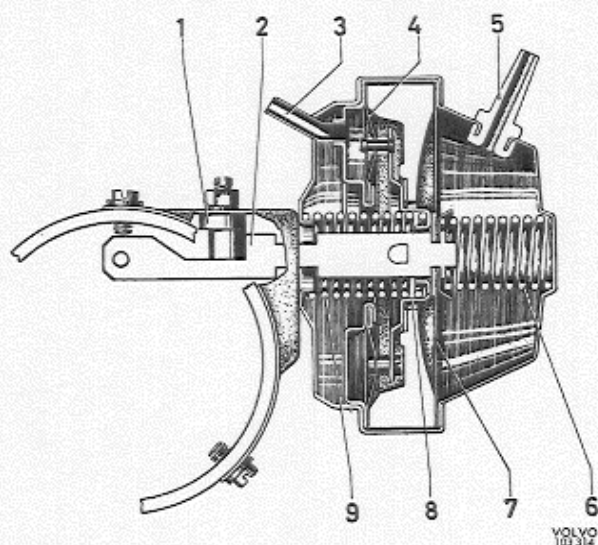

Abb. 3-27 Unterdruckversteller
Dieser Unterdruckversteller mit zwei Membranen ist so konstruiert, daß er bei Leerlauf- und Schiebebetrieb den Zündzeitpunkt im Verhältnis zur Grundeinstellung nach SPÄT verlegt. Bei Leerlauf- oder Schiebebetrieb sind die Drosselklappen der Vergaser geschlossen, so daß am Anschluß für den Unterdruckschlauch von den Vergasern (5, Abb. 3-27) kein Unterdruck herrscht und die Hauptmembrane (7) daher von der Rückholfeder (6) gegen den Anschlag (8) gedrückt wird. Die an der Hauptmembrane (7) befestigte Zugstange (2) überträgt die Bewegungen der Membrane auf die Unterbrecherplatte. Bei ausreichendem Unterdruck am Anschluß (3) vom Ansaugkrümmer wird der Anschlag (8) von der Sekundärmembrane (4) verdrängt und der Zündzeitpunkt im Verhältnis zur Grundeinstellung nach SPÄT verlegt.